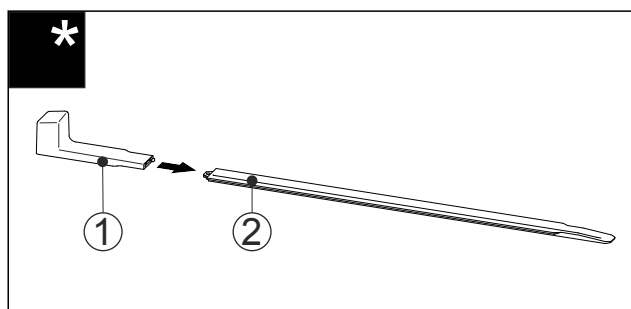

Fig. 58
- Вставьте монтажную ручку Fig. 58 (1) в выравнивающую рейку Fig. 58 (2).